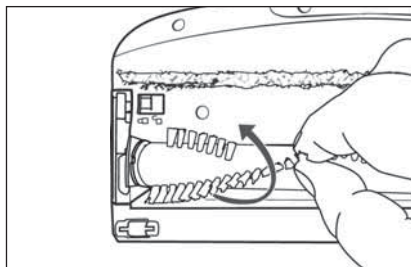

Fig. 27
- 3) Tag børsterullen 21 ud af gulvbørsten 22 ved at holde i børsterne. Drej samtidig børsterullen 21 en smule for lettere at kunne tage den af (se fig. 27).